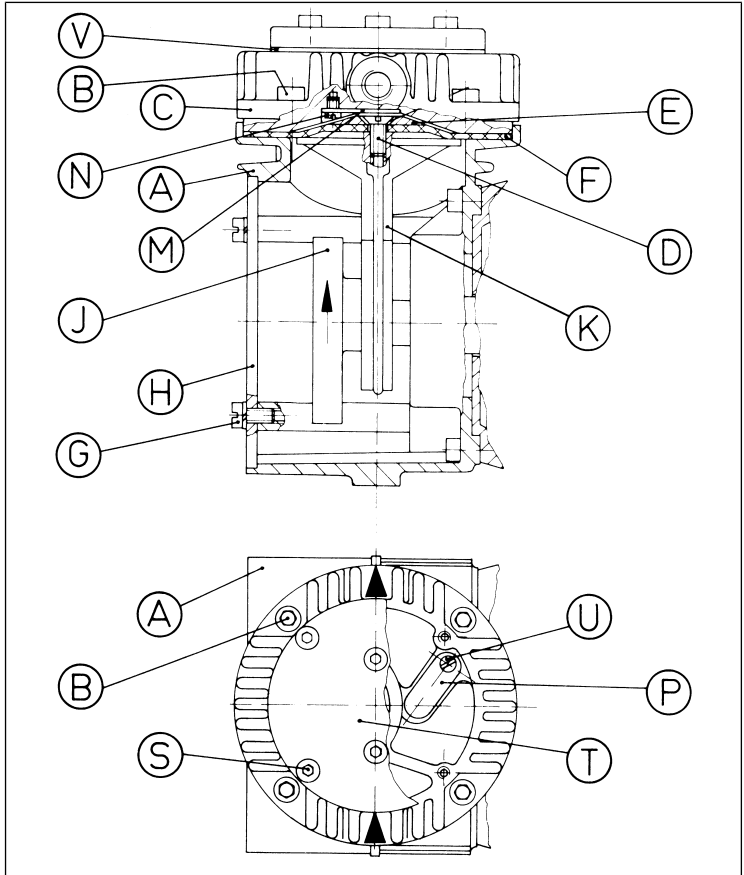

Abb.5: Pumpenteile
\*\*nach Abb. 5
nach Abb. 5
Gewechselte Membrane und Ventile.	<ul style="list-style-type: none"> <li>→ Prüfen Sie die Schläuche auf Dichtigkeit.</li> <li>→ Ziehen Sie eventuell die Schrauben (B) bzw. (S) (siehe Abb. 5) vorsichtig über Kreuz an.</li> </ul>